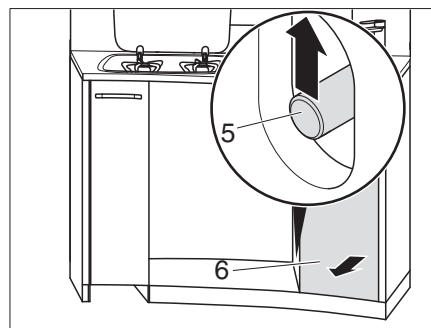

Fig. 128 Sbloccare il cassetto alto della cucina
- Introdurre una mano nell'apertura e spingere l'asta di spinta (Fig. 128,5) verso l'alto.